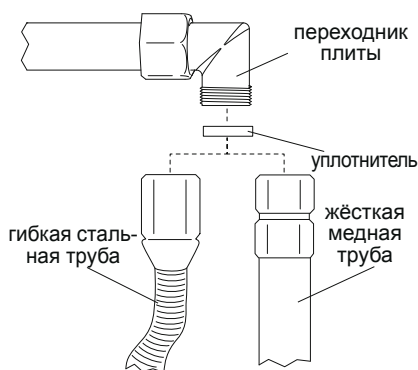

Рис. 6: подключение к сети газового снабжения
**Подключение к сети газового снабжения** может быть выполнено с помощью **жёсткой медной трубы** или с помощью **гибкой стальной трубы** на непрерывную стену и в соответствии с предписаниями, [Рис. 6]. В любом случае, **каждая труба, подключаемая к системе газоснабжения, должна быть оснащена защитным отсекающим вентилем.**